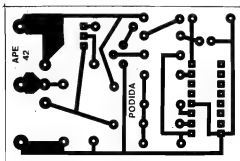

Fig. 2
- **FIG. 2 - O LAY OUT DO CIRCUITO IMPRESSO ESPECÍFICO** - Em tamanho natural (pode ser copiado diretamente, com carbono, sobre a face cobreada de um fenolite virgem...), o padrão de ilhas e pistas é mostrado na figura, provando o que dizíamos sobre "descomplicação"... Realmente, o arranjo, embora compacto é pouco "congestionado", com o que mesmo quem ainda não tem muita prática na confecção conseguirá "se virar" bem. Devido à presença do Integrado (e das suas inevitáveis ilhazinhas, próximas e rigorosamente alinhadas...) recomendamos enfaticamente a utilização de decalques ácido-resistentes, na elaboração do **lay out** pré-corrosão... Entretanto, quem for bastante atento e caprichoso, também obterá bons resultados usando canetas especiais ou outras formas de demarcar as regiões a serem protegidas do pericloreto de ferro, durante a decapagem do cobre... O fundamental na confecção do Impresso é a rigorosa conferência final (obviamente **antes** de qualquer soldagem...) e a eventual correção de falhas ou "curtos" obviamente danosos ao funcionamento do circuito... As INSTRUÇÕES GERAIS PARA AS MONTAGENS dão "dicas" valiosas para o "antes", o "durante" e o "depois" da utilização prática de Circuitos Impressos... Vão lá... Lembramos que quem optar (e isso, claramente não é "obrigatório", mas ajuda muito...) pela aquisição da **PO-DIDA** na forma de **KIT** (tem um **Andúcio/Cupom** por aí, em outra página da Revista...) se "livrará" do trabalho de confecção, uma vez que receberá a placa já prontíssima, inclusive com a demarcação do "chapeado" em **silk screen**, o que facilita enormemente a montagem **sem erros**...